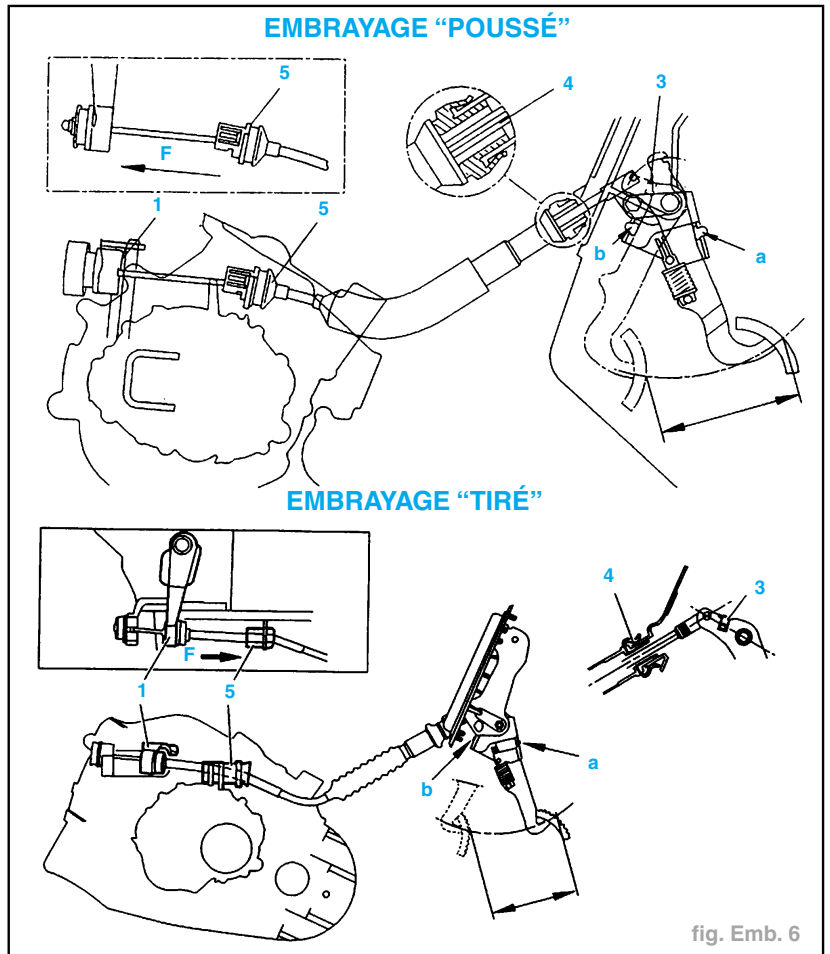

fig. Emb. 6
- Désaccoupler le câble du levier (1) (fig. Emb. 6)
- Mettre la pédale en position haute (contact en "a") (fig. Emb. 6).
- Poser une agrafe neuve (3).
- Monter l'embout (4) sur le tablier, (montage à la graisse G6).
- Clipper l'embout (5) sur la boîte de vitesses.
- Accoupler le câble au levier (1).
- Contrôler le bon placage de l'embout (4) sur le tablier.